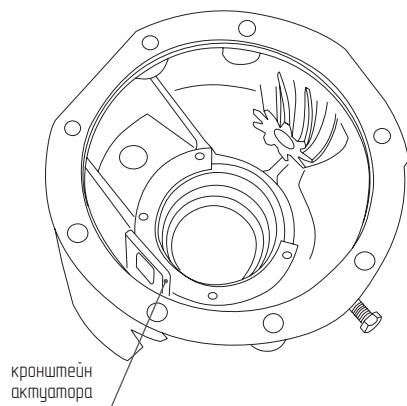

Рис. 3
3. Поставьте корпус подшипника [2.1] на дно картера моста. Расположите его таким образом, чтобы кронштейн актуатора располагался напротив ведущей шестерни ГП (Рис. 3):